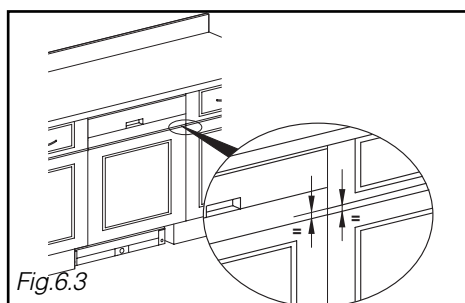

Fig. 6.3
- Mesurez la distance entre le tiroir et le panneau de porte du meuble adjacent (Fig. 6.3).